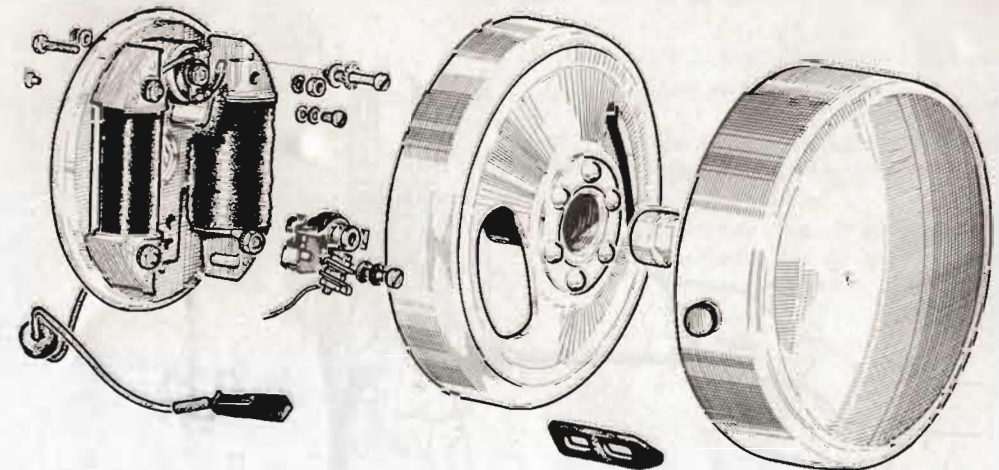

Fig. 12
- Dévisser les deux vis à tête cylindrique (tournevis) ; ne pas confondre avec les vis à tête goutte de suif fixant le rupteur (fig. 12).